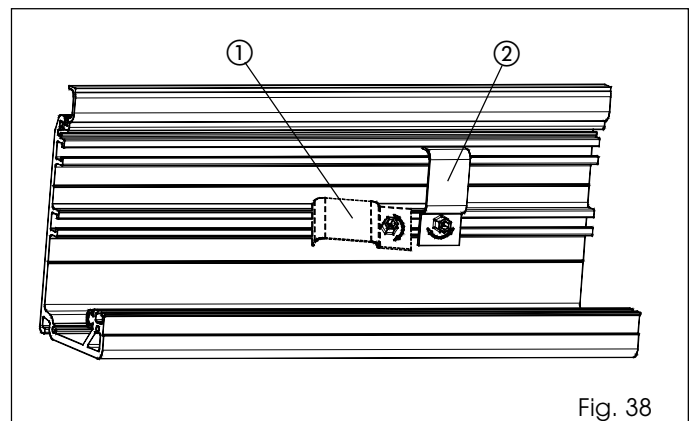

Fig. 38
Montare i passacavi in dotazione parallelamente al profilo (fig. 38 rif. ①), poi ruotarli di 90° per ottenere il bloccaggio (fig. 38 rif. ②).